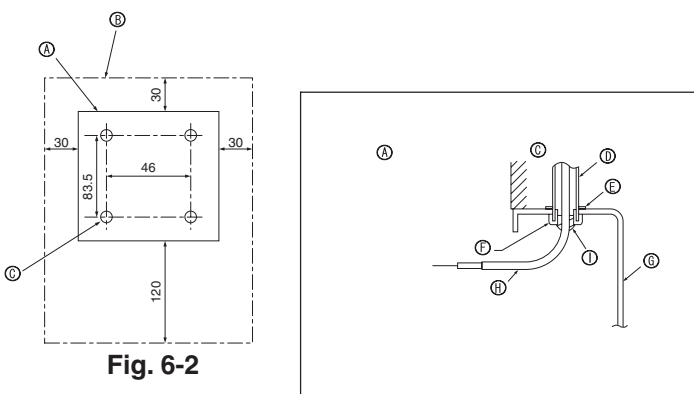

Fig. 6-2
(1) Выберите место установки пульта дистанционного управления. (Fig. 6-2)
[Fig.6-2]